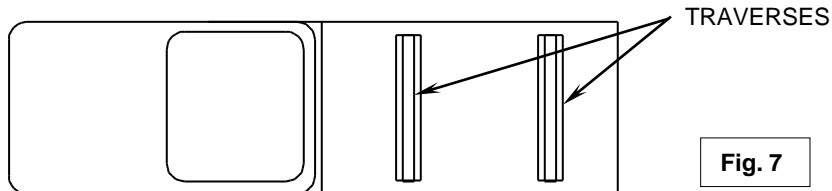

Fig. 7
3. Placer deux traverses de montage en travers de la plateforme de la camionnette (voir Fig. 7). Sélectionner un support latéral et placer les languettes dans la fente rectangulaire médiane des traverses. Glisser les chevilles longues dans les trous des traverses, depuis l'intérieur vers l'extérieur comme illustré, de façon que les goupilles fendues se trouvent sur l'extérieur des traverses. Répéter pour l'autre support latéral. Verrouiller les chevilles à l'aide des goupilles de retenue à ressort.